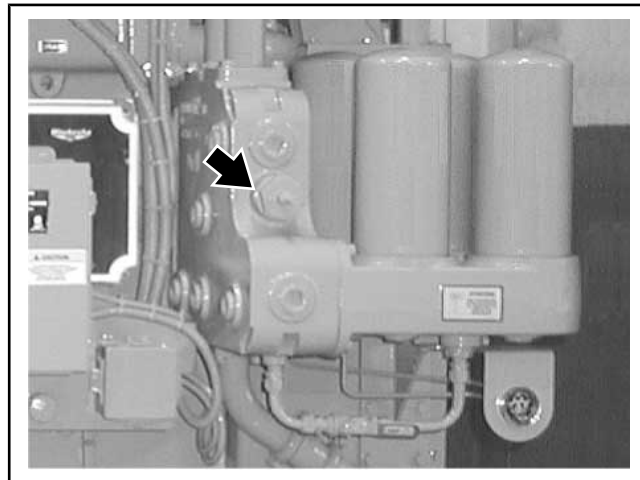

Рисунок 8.05-9: Клапан-регулятор давления масла
2. Найдите клапан регулирования давления на картере редуктора (см. Рисунок 8.05-9). Отверните контргайку (1/2 дюйм. [13 мм]) с регулировочного винта.